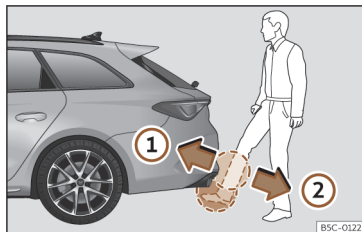

Fig. 90 Portón del maletero con apertura controlada por sensor (Easy Open).
- Con un movimiento rápido, acerque un pie y la parte inferior de la pierna lo más posible al paragolpes. La parte inferior de la pierna tiene que acercarse a la zona del sensor superior, y el pie, a la zona del sensor inferior »» **fig. 90 ①**.
• Retire rápidamente el pie y la parte inferior de la pierna de las zonas de los sensores »» **fig. 90 ②**. El portón trasero se abre automáticamente.